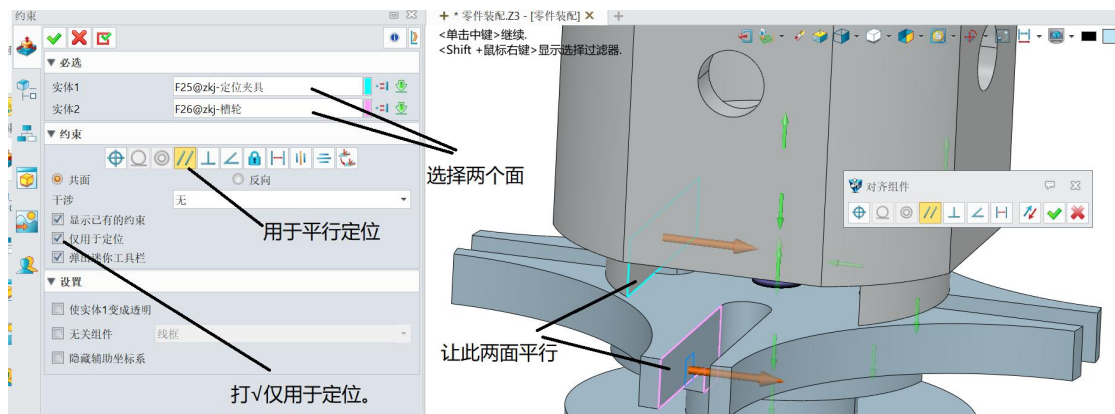

图 16-2 平行约束
(2) 将槽轮与定位夹具进行平行约束，仅用来定位，如图 16-2 所示。